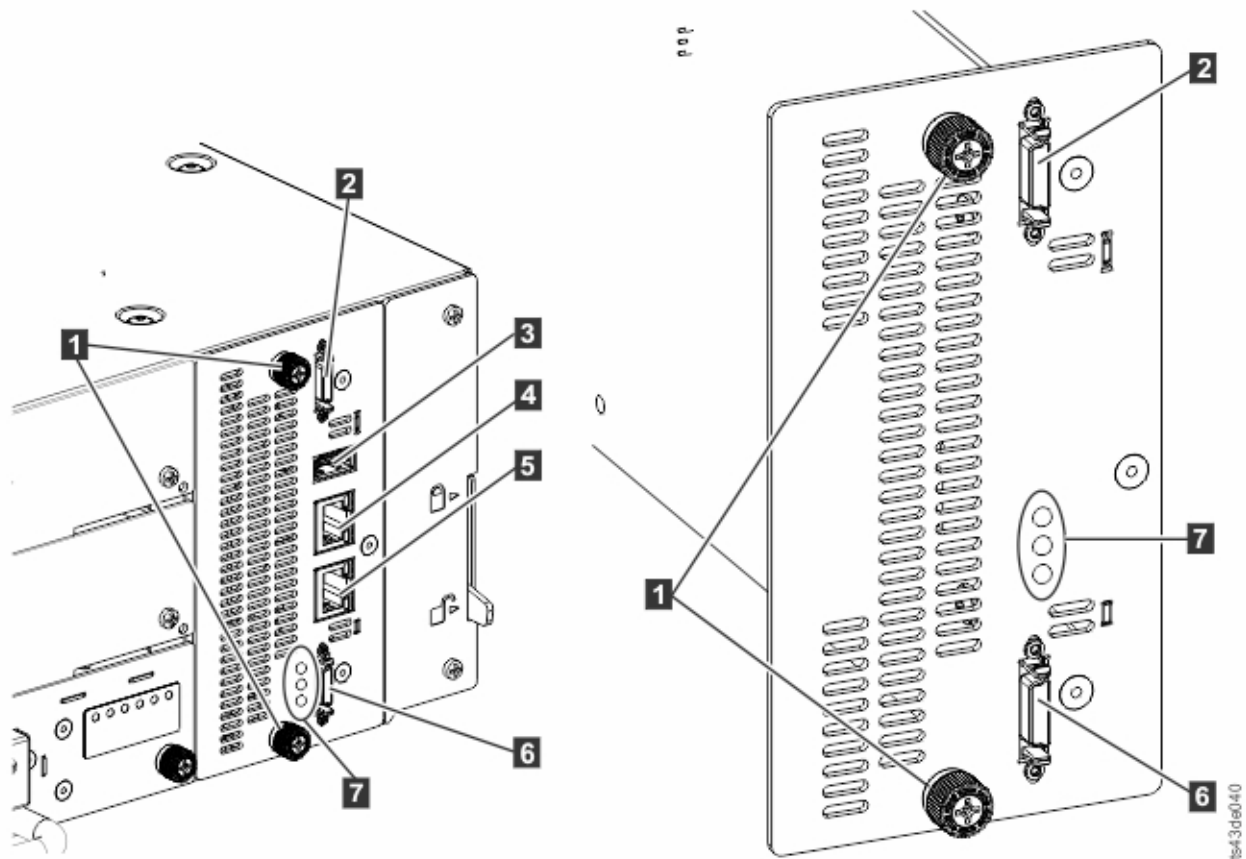

図 69. コントローラー・カード・コンポーネント
3. イーサネット・ケーブル (**4** と **5**) および USB ケーブル (**3**) がある場合は、それらを取り外します (拡張モジュールにはイーサネット・ポートも USB ポートもありません。136 ページの図 69 を参照してください)。
4. 前に取り外した拡張相互接続ケーブル (**2** と **6**)、イーサネット・ケーブル (複数の場合あり) (**4** と **5**)、および USB ケーブル (**3**) を元の位置に戻します (拡張モジュールにはイーサネット・ポートも USB ポートもありません。136 ページの図 69 を参照してください)。